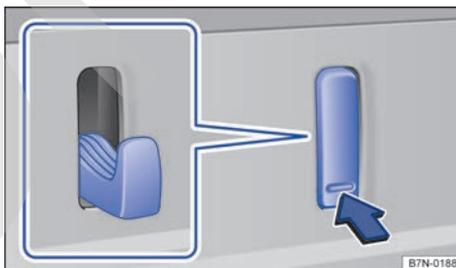

Fig. 211 En el maletero: gancho para bolsas.
- Presione sobre la parte inferior del gancho → fig. 211 (flecha) y despléguelo.